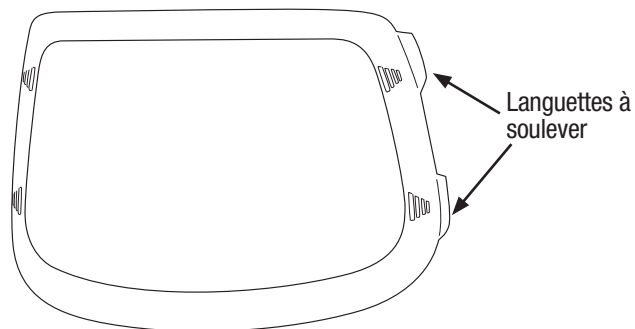

Fig. 19a
- Soulever les languettes de chaque côté du cadre pour le retirer du masque de soudeur interne (Fig. 19a).